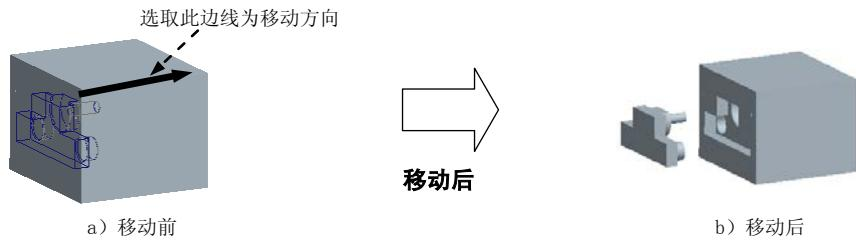

图 14.36 移动滑块
Step2. 开模步骤 1：移动滑块。输入要移动的距离值-20，结果如图 14.36 所示。